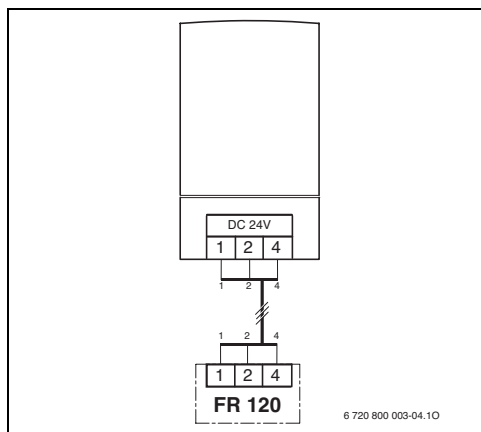

Fig. 11 Automatizarea este racordată prin intermediul interfeței analogice 1-2-4.
- ▶ Efectuați racordurile electrice (→ fig. 11 la pagina 15 sau 9 la pagina 14).